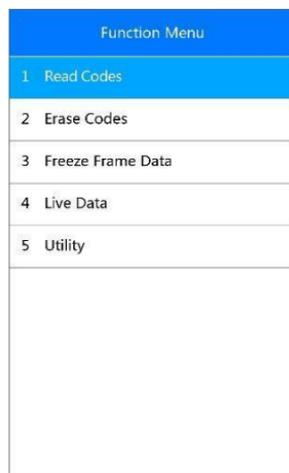

Figure 5-10 SAS Function Menu
- 1) À partir du menu de fonction, (Figure 5-10) utilisez le bouton **HAUT/BAS** pour sélectionner Utility et appuyez sur **OK**. L'outil affichera un menu comme ci-dessous.